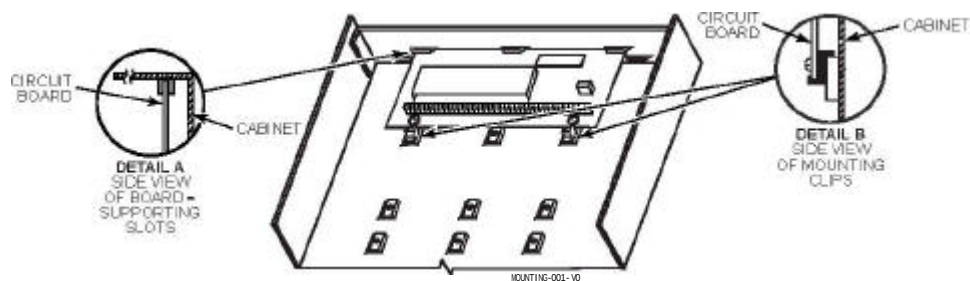

图 2. 安装PC板
1. 把随机附带的两个黑色的螺丝垫片挂在主机箱内的突起上(详见图 2细节B.)
- b. 用螺丝把电路板底部固定在两个黑色螺丝垫片上（详见图2细节 B）